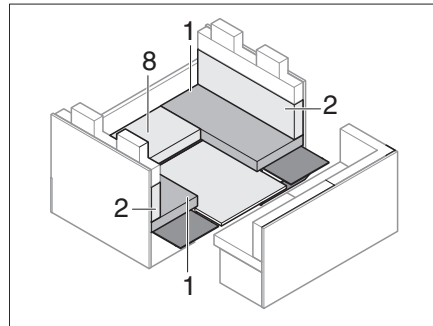

Fig. 177 Durante la transformación
- Quitar el cojín del asiento (Fig. 177,8) y la subestructura.